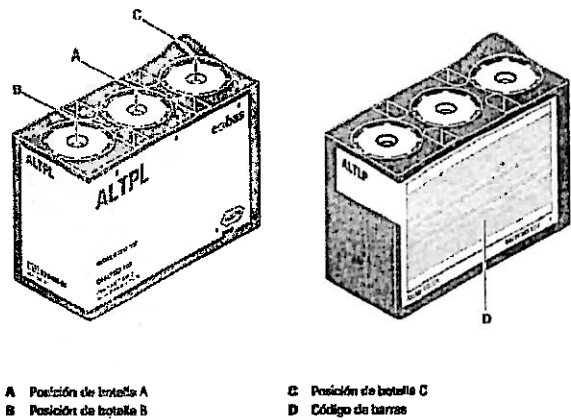

Imagen 7: Cobas c pack (Casete de reactivo).
- Los cobas c packs contienen suficiente reactivo para realizar de 50 a 800 test dependiendo del ensayo (Ver Imagen 7).